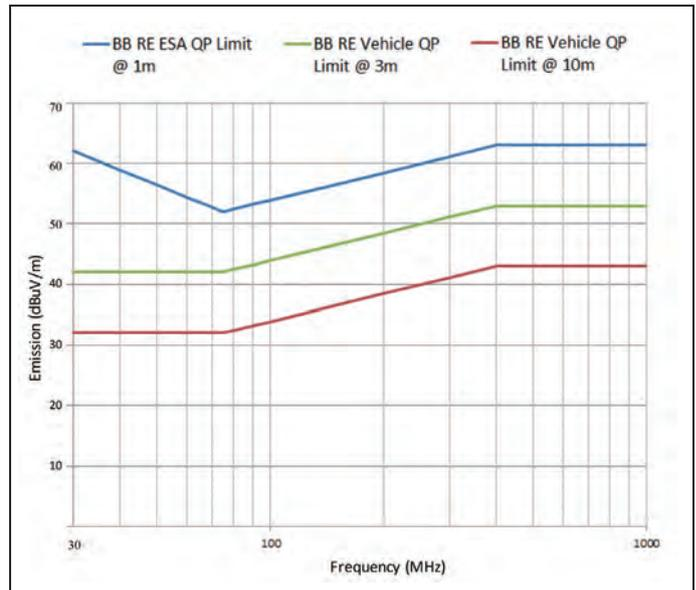
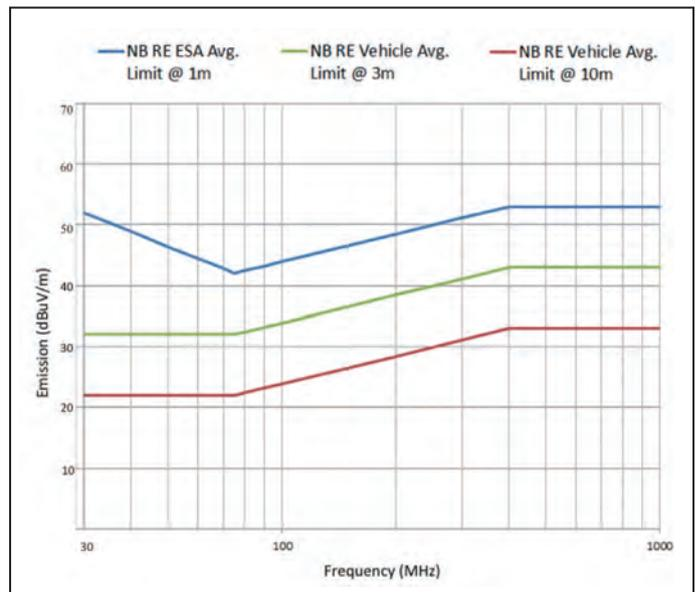

図1. BB準尖頭値限度をESA (距離1m)レベルと車両レベル (距離3m, 10m) で比較
図2. NBの平均値限度値をESA (距離1m)レベルと車両レベル (距離3m, 10m) で比較
**本**稿では、ECE Regulation No.10 revision 5 (ECE R 10 Rev. 5) 規格 / AIS-004 (Part 3) の放射エミッション (RE: Radiated Emission) に関して、電気 / 電子サブアセンブリ (以下 ESA: Electrical / electronic Sub Assembly) レベルおよび車両レベルにおける自動車の放射エミッション試験要求の矛盾点について述べる。右の図は広帯域 (BB) と狭帯域 (NB) の限度値ラインを ESA レベル (図1) と車両レベル (図2) で比較したものである。